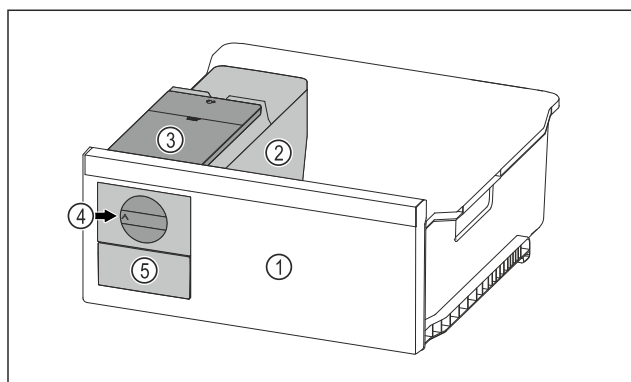

Fig. 70 Príklad zobrazenia
- Otočný gombík Fig. 70 (4) otočte v smere hodinových ručičiek až na doraz.
- Kocky ľadu vypadávajú z misky na kocky ľadu do zásuvky na kocky ľadu *Fig. 70 (5)*.